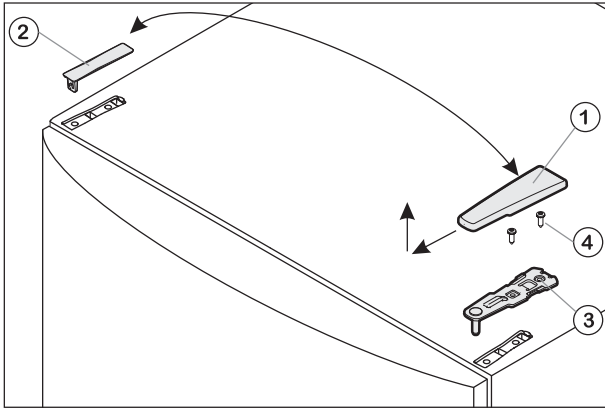
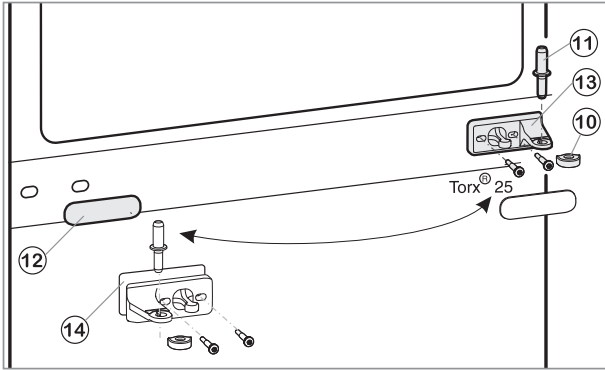

Рис. 1
Рис. 2
- Потяните крышку Рис. 1(1) вперед и вверх.
- Поднимите крышку Рис. 1(2).
- Отвинтите верхнюю дверную петлю (Рис. 1(3)) (при помощи Toxh © 25) и снимите ее (Рис. 1(4)).
- Вытащите средний штифт Рис. 2(11) из дверной петли и опустите дверь.
- Снимите пластиковую крышку Рис. 2(10).
- Отвинтите верхнюю дверную петлю Рис. 2(13) (при помощи Toxh © 25) и снимите ее (Рис. 1(4)).
- Осторожно снимите прикрывающую панель Рис. 2(12).
- Поверните среднюю дверную петлю Рис. 2(13) вместе с шайбой Рис. 2(14) на 180° и прочно (с крутящим моментом 4 Нм) привинтите ее на новой стороне петли.
- Поверните покрывающую панель Рис. 2(12) на 180° и снова защелкните ее на месте со стороны нового расположения ручки.
- Установите пластиковую крышку Рис. 2(10) на среднюю дверную петлю Рис. 2(13).
- Через среднюю дверную петлю Рис. 2(13) вставьте средний опорный штифт Рис. 2(11) в нижнюю дверь на новой стороне петли.
- Установите верхнюю дверь на средний опорный штифт Рис. 2(11).
- Вставьте верхнюю дверную петлю Рис. 1(3) в дверь с новой стороны расположения петли.
- Надежно (с крутящим моментом 4 Нм) привинтите верхнюю дверную петлю (при помощи двух Toxh © 25) на месте установки Рис. 1(4). Возможно, придется предварительно проделать отверстия при помощи шила или воспользоваться аккумуляторным шурупвертом.
- С внешней стороны приложите крышку Рис. 1(1) и крышку Рис. 1(2) к местам их установки на противоположной стороне и защелкните их на месте.
- При необходимости выровняйте положение дверей относительно корпуса устройства при помощи овальных отверстий в нижней и средней дверных петлях Рис. 2(13). Для выполнения этой операции отвинтите средний винт в нижней дверной петле.